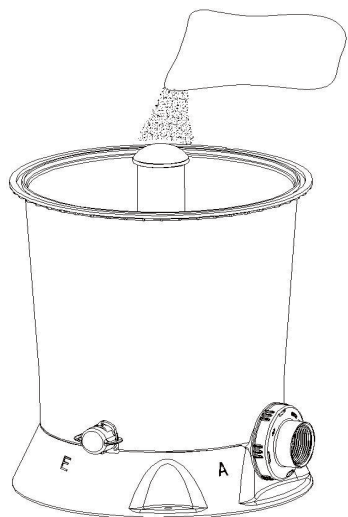

Рис. 6
Установите колпачок центральной соединительной трубки (8) на конец центральной соединительной трубки в направлении стрелки (Рис. 6).